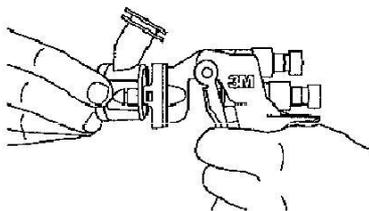

Рис. 3
2. Установите распыляющую головку на иглу и надавите таким образом, чтобы язычки головки полностью защелкнулись в соответствующих пазах корпуса грунтовочного пистолета (рис.3)